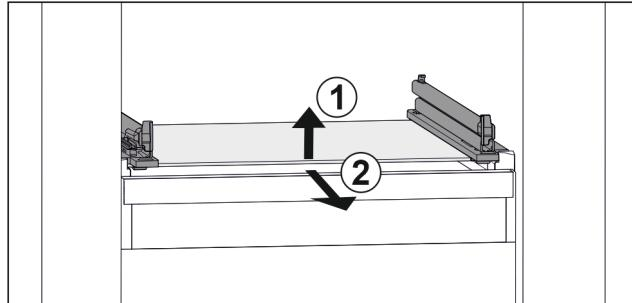

Fig. 112 Примерно изображение на стъклена плоча
- Повдигнете стъклена плоча отпред. Fig. 112 (1)
- Извадете стъклена плоча напред. Fig. 112 (2)